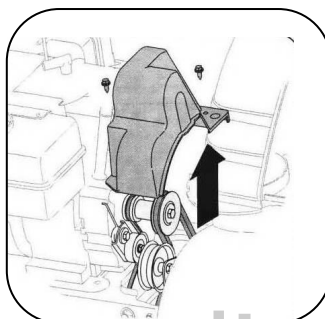

Рисунок 24
1. Снимите крышку ремня, располагающуюся в передней части двигателя, удалив два самореза (рис. 24).